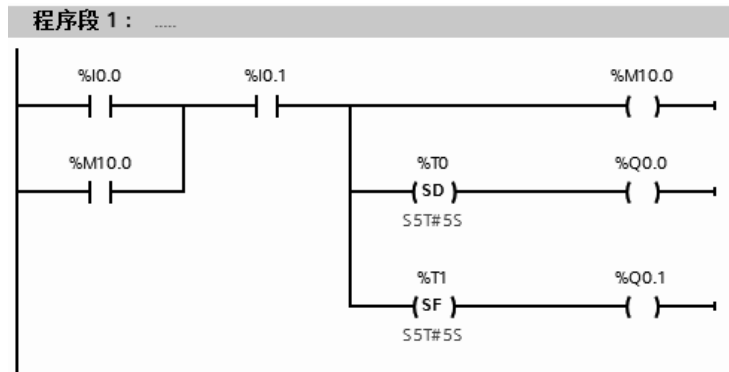

图 4-74 鼓风机控制梯形图
③ 编写程序。引风机在按下停止按钮后还要运行 5s，容易想到要使用 SF 定时器；鼓风机在引风机工作 5s 后才开始工作，因而容易想到用 SD 定时器，不难设计梯形图，如图 4-74 所示。